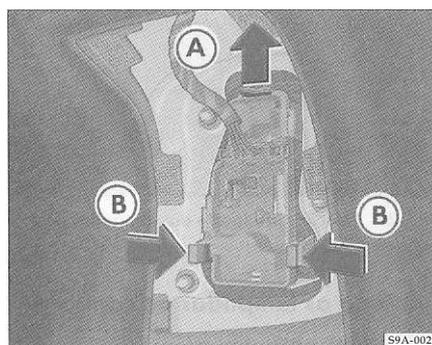

Fig. 132 Suporte das lâmpadas no conjunto lanternas traseiras
- Levante a trava => fig. 132 @ e desloque ligeiramente a parte superior do suporte das lâmpadas.
- Pressione as travas => fig. 132 0 no sentido das setas e, ao mesmo tempo, retire o suporte das lâmpadas.